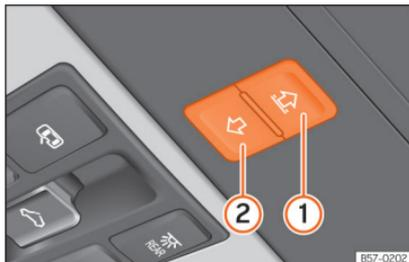

Fig. 91 No revestimento interior do teto: botões da cortina para o sol.
Os botões **»» Fig. 91 1 e 2** têm dois níveis. No primeiro nível pode abrir-se ou fechar-se a cortina para o sol total ou parcialmente.
- *Cortina para o sol:* antes que decorram aprox. 5 segundos desde a ativação da função antientalamento, pressione o botão »» Fig. 91  até que a cortina para o sol se feche completamente.